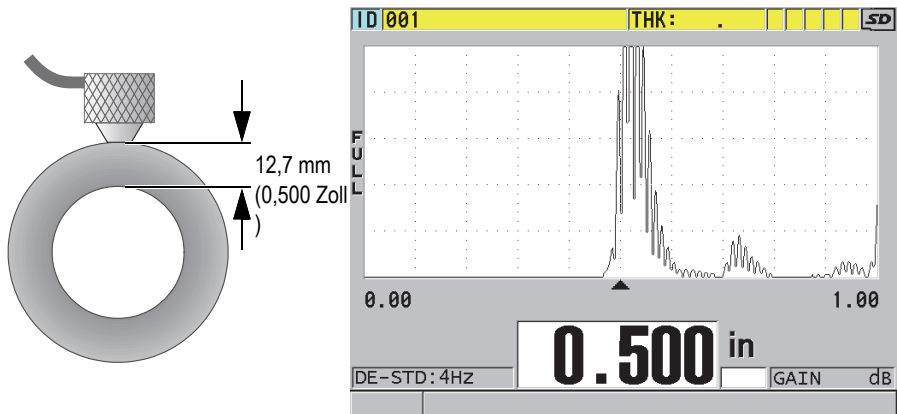

Abbildung 5-9 Ankoppeln eines Sender-Empfänger-Messkopfs und Anzeige des Messwerts
2. Koppeln Sie die Kontaktfläche des Messkopfs mit mittlerem bis festem Druck an die zu messende Fläche an, halten Sie dabei den Messkopf so gerade wie möglich auf der zu messenden Fläche (siehe Abbildung 5-9 auf Seite 94).